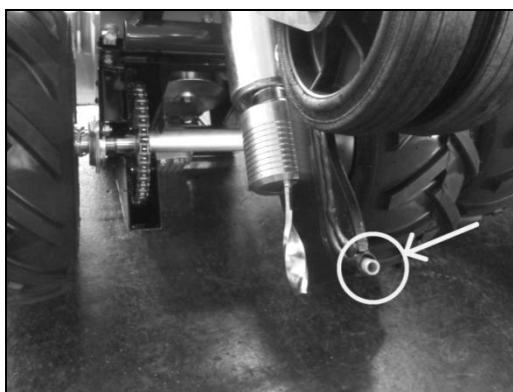

fig. 2
- Verifique a integridade do orifício de saída do cabo delimitador do guia de cabo (alimentação) (fig. 2). Em particular, verifique a integridade do tubo flexível no interior do guia de cabo. Caso se verificarem quaisquer danos, é necessário substituir o respetivo tubo. Verifique também se existem cortes no contorno do orifício do guia de cabo ou arestas recortadas ou afiadas. Se estiver danificado, substitua o guia de cabo.